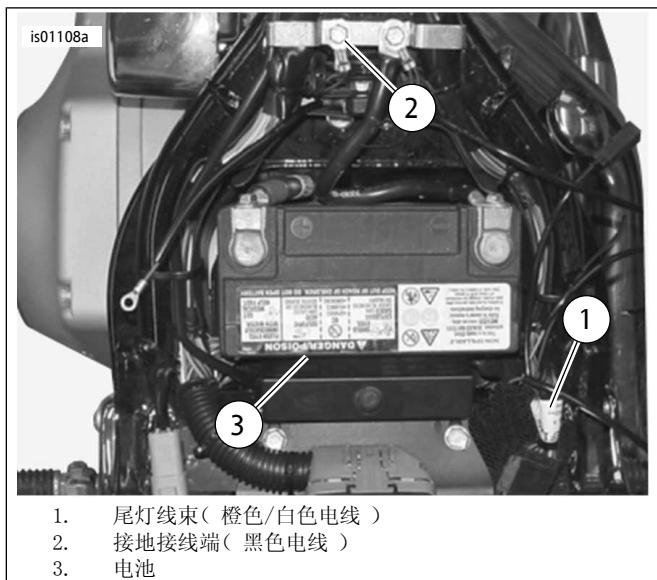

图2。电源和接地连接(软尾车型)
4. 参见图2。将环形接线端安装至接地螺丝。将接地螺丝固定至车架(2)。遵循维修手册中的扭矩规格进行固定。
1. 参见图2。小心地在容易够及的位置将座椅下方尾灯线束（1）包裹切开一个区域。剪断橙色/白色导线。